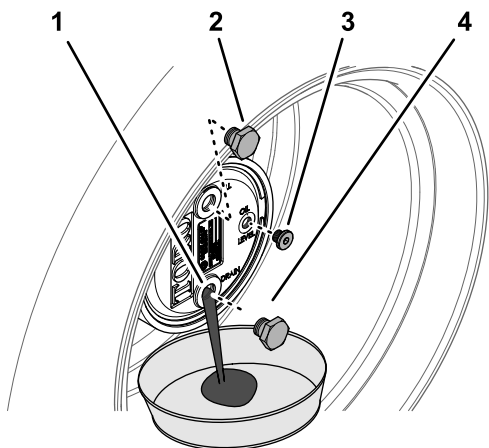

図 101
2. 補給プラグが時計の 12 時を指し、点検プラグが 3 時の位置を指すようにマシンを駐車する 図 101。
3. プラネタリハブの下にオイル回収容器を置き、6 時の位置にあるドレンプラグを外してオイルを抜く図 101。
5. プラネタリハウジングのドレン穴にプラグを取り付ける図 101。